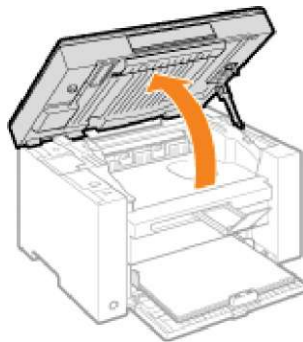

Рисунок 2.10 – Доступ до кришки тонер-картриджа
- 2.) Підніміть платформу сканування за допомогою панелі керування (див. рис. 2.10).